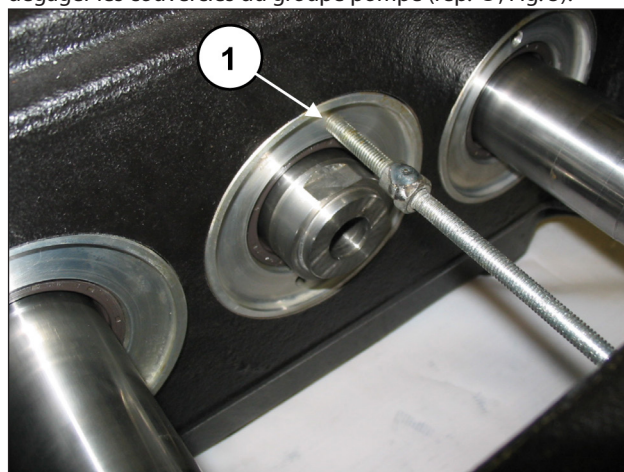
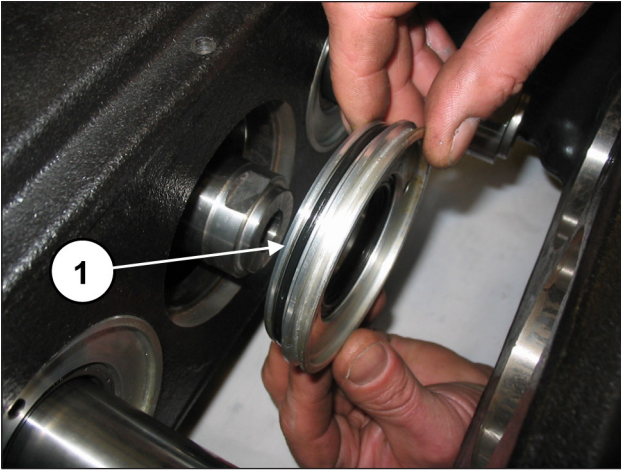

Fig. 4
Fig. 5
Dégager les couvercles du joint d'huile en vissant une barre filetée ou une vis M6 faisant office d'extracteur, dans les orifices prévus à cet effet sur le couvercle (rep. ①, Fig. 4) et dégager les couvercles du groupe pompe (rep. ①, Fig. 5).